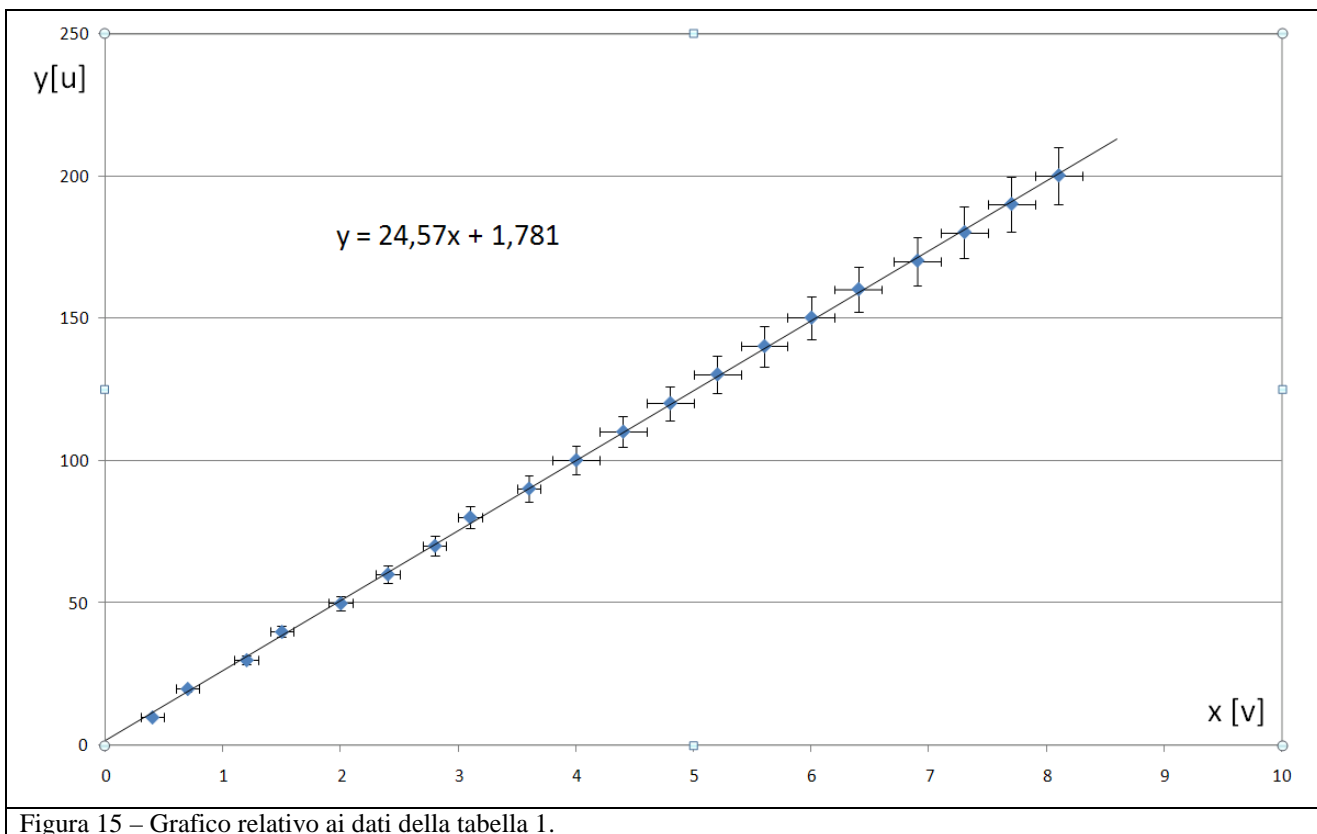

Figura 15 – Grafico relativo ai dati della tabella 1.
- si ottiene il grafico finale di figura 15.